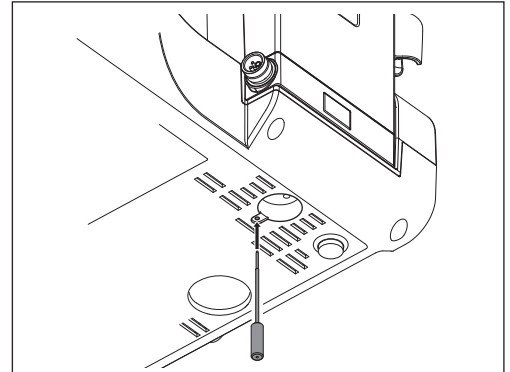

図46
- 1) 付属のロック解除ピンをコントロールユニットの底面にある穴に挿し込み、完全に押し込みロックボタンを解除します(図46)。